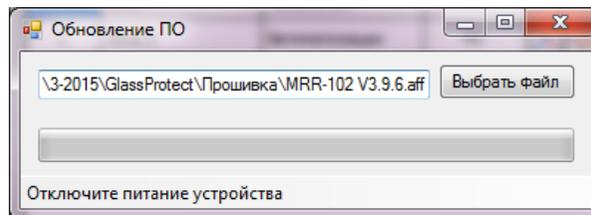

РИС. 26. Выбор файла прошивки приемника
7.2. ПО обновляется при помощи программы-конфигуратора. Если приемник подключен к конфигуратору, следует нажать кнопку «Отключиться» не отсоединяя osBridge физически от ПК. Затем в меню «Подключение» – «Настройка» выбираем порт, к которому подключен osBridge. После чего в выпадающем меню «Файл» необходимо выбрать пункт «Обновление ПО» и нажав кнопку «Выбрать файл» указать путь к файлу \*.aff с обновленной версией ПО на диске (РИС. 26).